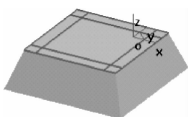

图 3-113 绘制烟灰缸基本拉伸体四条边界线的等距线
(3)单击按钮,在立即菜单中选择“单根曲线”方式,以距离“10”作为刚生成的四条边界线的等距线,作图结果如图 3-113 所示。